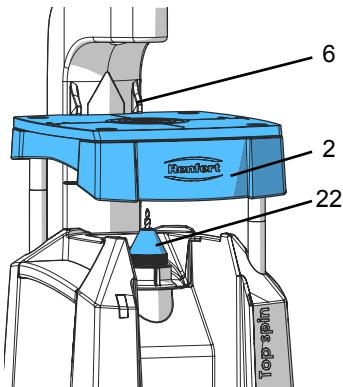

Abb. 8
- ⇒ Spindelarretierung (7, Abb. 1) drücken und Spannmutter (22, Abb. 8) drehen bis die Spindelarretierung einrastet.